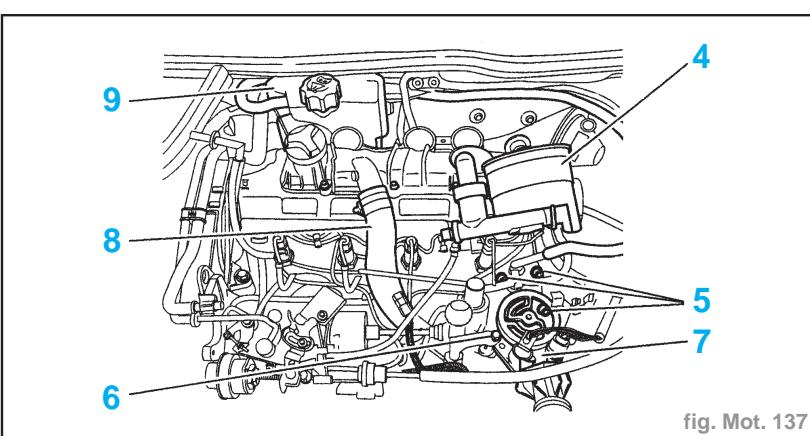

fig. Mot. 137
- le collecteur d'échappement (6)
- simultanément, la tubulure d'admission (4) et le tube de recyclage des gaz d'échappement (5)
- le répartiteur d'air (3)
- la pompe à vide (2)
- le capteur de PMH (1)
- Fixer le tube de recyclage des gaz d'échappement (5) sur le collecteur d'échappement (6) et sur le répartiteur d'air (3).
- Déposer (fig. Mot. 137) :
- l'ensemble filtre à gazole (4)
- la vis (6)
- les 3 vis (5)
- le boîtier de sortie d'eau (7)
- le tuyau (8)
- la boîte de dégazage (9)